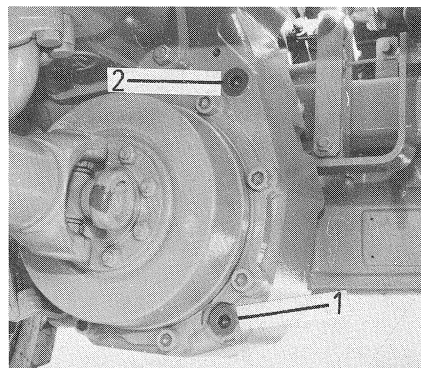

Bild 50
- (3) Ölwechsel am Vorgelege: Verschlußstopfen (Bild 50/1) aus dem Vorgelege herausdrehen. Nachdem das Öl abgelaufen ist Verschlußstopfen wieder hineindreihen und Einfüllstopfen (Bild 50/2) herausdrehen.
Unscrew drain plugs (fig. 50/1) from the gear reducer unit, screw in the drain plugs after the oil has been drained off and unscrew drain plugs (fig. 50/2).
Dévisser le bouchon de fermeture du réducteur de vitesse (fig. 50/1). Une fois que l'huile s'est écoulée, revisser ce bouchon et dévisser le bouchon de fermeture (fig. 50/2).